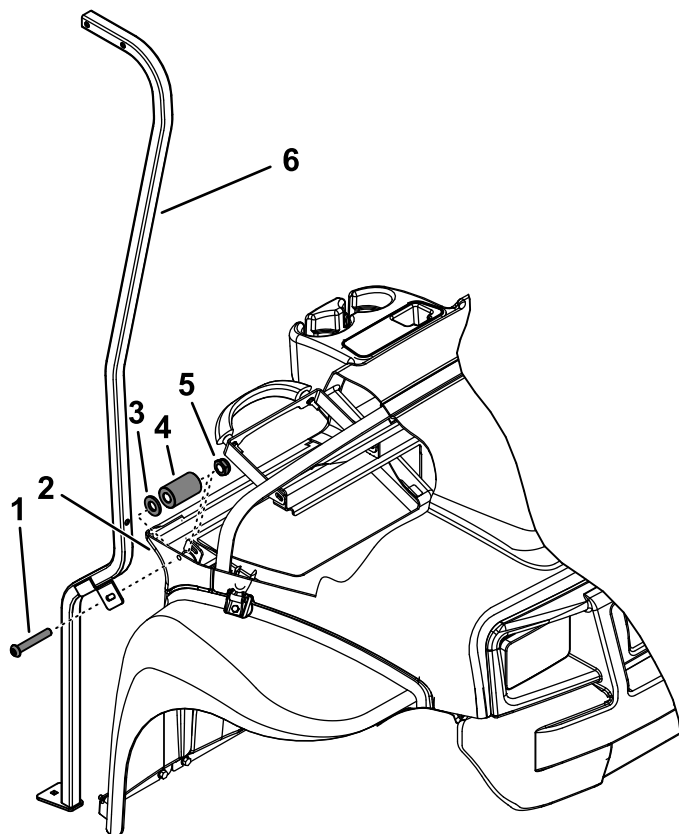

Figura 5
- A. Instale o espaçador e anilha de cabeça chata (11/32 pol.) entre o painel e o suporte do painel (Figura 5).
- B. Instale o parafuso de cabeça de tremço sextavada interior (5/16 x 2 pol.) através do suporte do toldo, painel e o suporte do painel (Figura 5).
- C. Instale a porca flangeada (5/16 pol.) para prender o suporte do painel ao suporte do toldo (Figura 5).